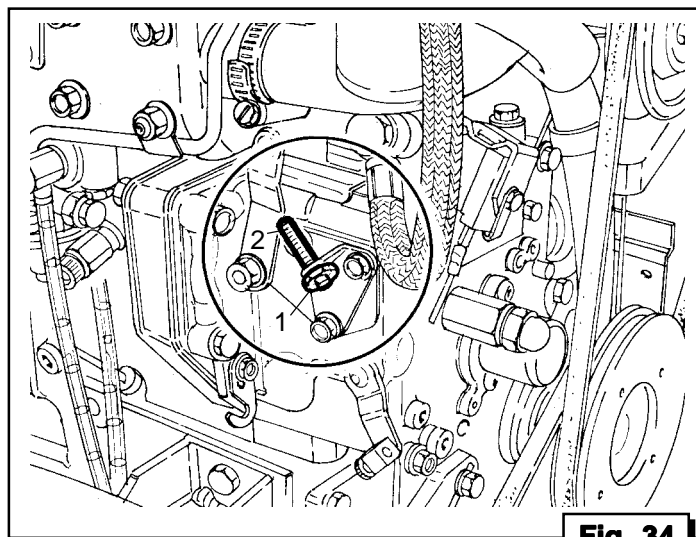

Fig. 34
### Regolazione dei giri (Fig. 34) IS 7/8-IS 10/11,5
- Allentare il dado (Fig. 34, Rif. 1)
- Agire sul perno filettato (Fig. 34, Rif. 2) sino al raggiungimento del numero di giri desiderato
- Bloccare il dado (Fig. 34, Rif. 1)
### Adjusting RPM (Fig. 34) IS 7/8-IS 10/11,5
- Back off the nut (Fig. 34, Ref 1)
- Adjust the threaded rod (Fig. 34, Ref. 2) until the required rpm is obtained
- Tighten the nut (Fig. 34, Ref. 1).